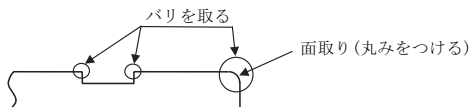

図 46 挿し口のバリ取りおよび面取り
- (4) やすりまたはグラインダなどを使用して、加工時に発生したバリを取り、挿し口先端に面取り（丸みをつける）を行う（図 46 参照）。